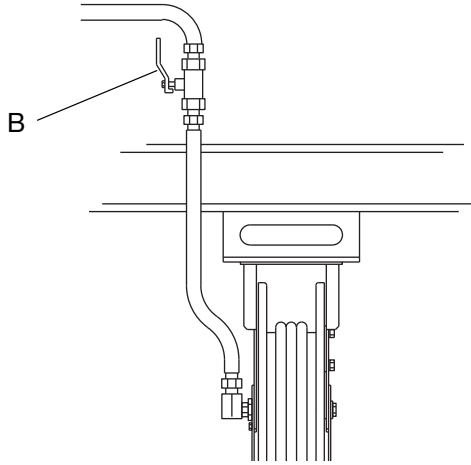

図 3
1. 各吐出位置で液体遮断シャットオフバルブ (B) を閉じます (図 3)。
5. 吐出位置でシャットオフバルブ (B) をゆっくりと開き、十分な量のオイルを流し出して、システム全体をきれいにします (図 3)。
6. シャットオフバルブ (B) を閉じます (図 3)。